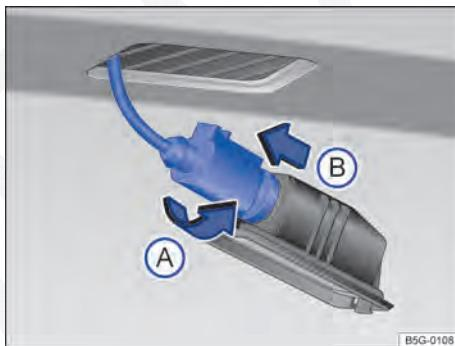

Fig. 224 Lanterna da placa licença: desinstalar o suporte da lâmpada.
4. Girar o suporte das lâmpadas no sentido da seta ⇒ Fig. 224 (A) e retirar o suporte junto com a lâmpada incandescente (B).
6. Encaixar o suporte da lâmpada na lanterna da placa de licença e pressionar no sentido contrário ao da seta (A) até o batente.